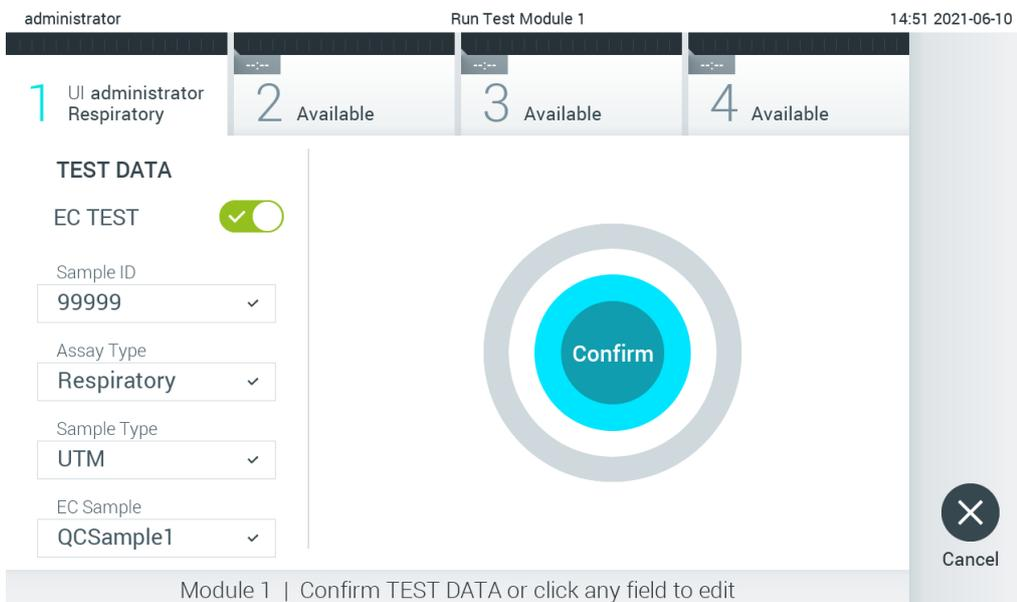

Figura 93. Pantalla Confirm (Confirmar).
7. Aparecerá la pantalla Confirm (Confirmar). Revise los datos introducidos y realice los cambios necesarios; para ello, pulse en los campos correspondientes en la pantalla táctil y modifique la información (figura 93).